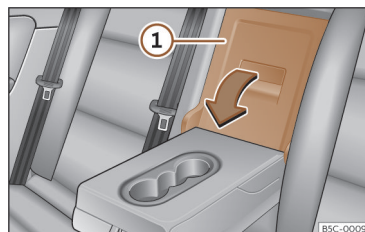

**Fig. 198** No encosto do banco traseiro: abertura da tampa.
- Puxe a alavanca de desbloqueio no sentido da seta e rebata completamente a tampa >>> **Fig. 198** ① para a frente.